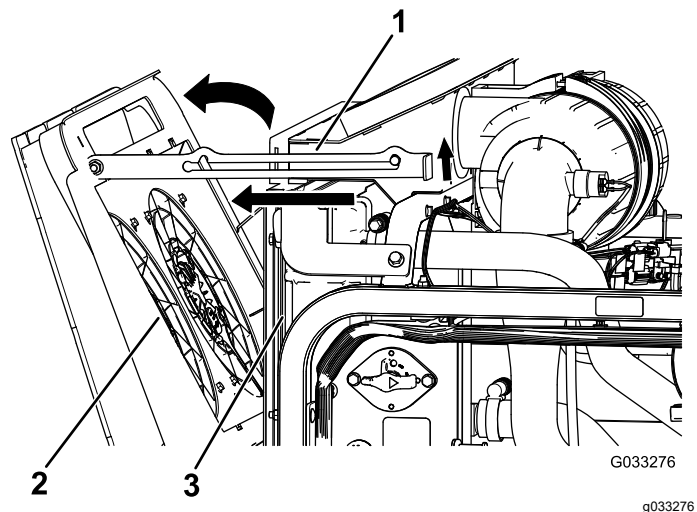

Figura 86
2. Gire los ventiladores de refrigeración del motor hacia atrás respecto al radiador, y enganche la varilla de sujeción en la muesca (Figura 86).